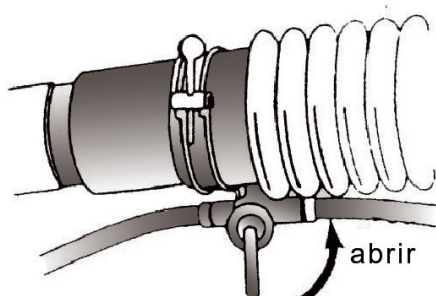

Fig. 7
a) Durant la pulvérisation , si vous devez ajouter du produit , il faut que le robinet (comme le montre la Fig. 7) soit fermé .Durant le poudrage, la valve de la poudre et le robinet d'essence doivent être dans la position la plus basse .S'il n'en est pas ainsi , vous perdrez du produit. Les produits chimiques en poudre peuvent facilement se transformer en un bloc compact , c'est pourquoi ils ne peuvent séjourner trop longtemps dans le réservoir.